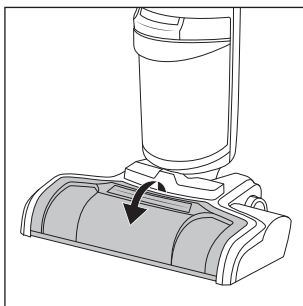

Fig. 33
- ◆ Saisissez la protection antiprojections ⑦ par le haut au niveau de la poignée (PULL) et tirez-la en avant pour la détacher de la tête de nettoyage ③ (voir fig. 33).